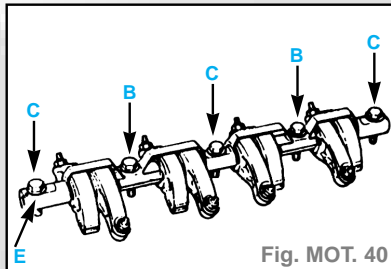

Fig. MOT. 40
- Remonter la rampe de culbuteurs en positionnant le repère (E) (fig. MOT. 40).